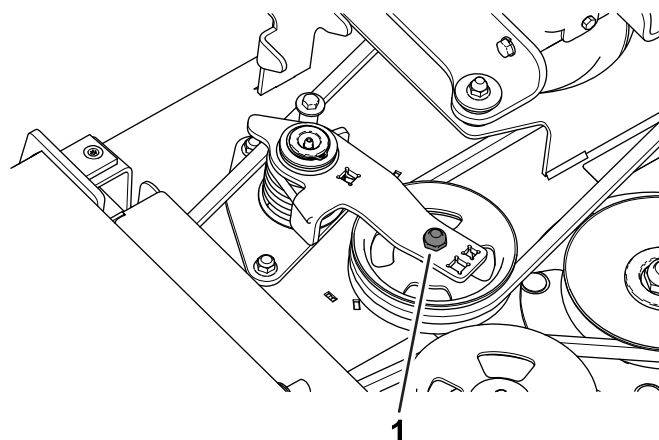

图 28
3. 使用扭矩扳手或类似工具将怠轮皮带轮 图 28 移离传动皮带以放松皮带的张紧力并让皮带滑离齿轮箱皮带轮。